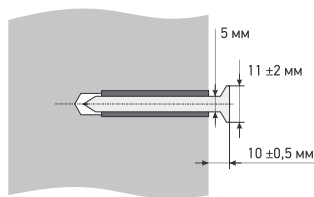

Рис. 1
- 5 Просверлите отверстия для двух анкерных болтов согласно разметке, как указано на рис. 1. Диаметр отверстий должен соответствовать диаметру анкера (диаметр дюбеля из комплекта – 10 мм.)
- 9 Убедитесь, что длина, на которую болты выступают из стены, соответствует указанной на рис. 1.